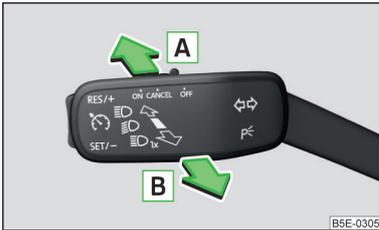

Abb. 53
- › Den Bedienungshebel in Stellung **A** (gefederter Stellung) » Abb. 53 stellen.
- › Wenn das Fernlicht gerade automatisch eingeschaltet ist, den Hebel in Stellung **B** (gefederter Stellung) » Abb. 53 stellen.